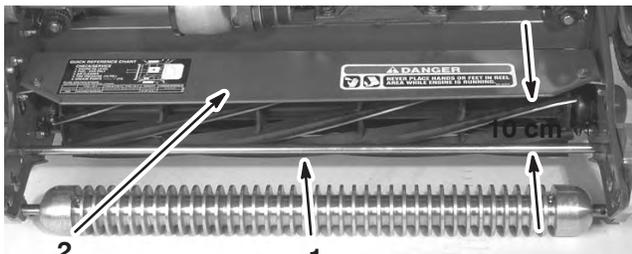

Figure 17
1. Mesurez la distance entre le haut de la tige de support avant et le rebord avant du déflecteur, à chaque extrémité du plateau de coupe (Fig. 17).